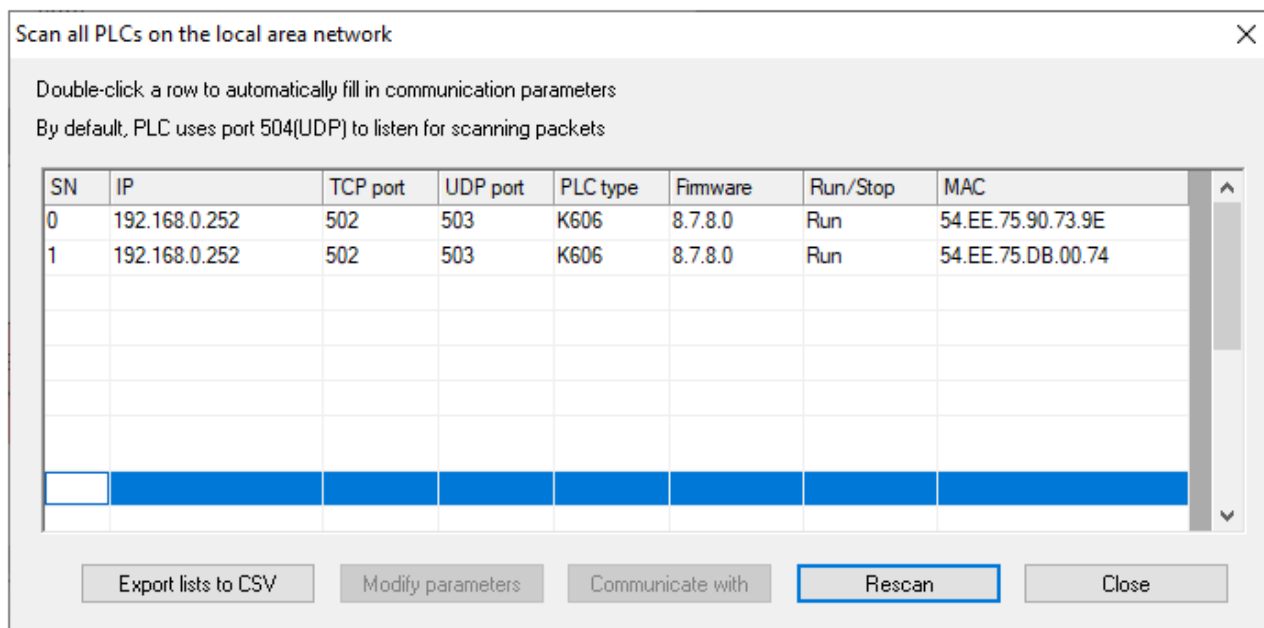

Рис. 3
2. ScanNet: В локальной сети вы можете сканировать все устройства в сети с помощью функции сканирования сети. Эта функция поддерживает межсегментное сканирование, как показано на рис. 3.